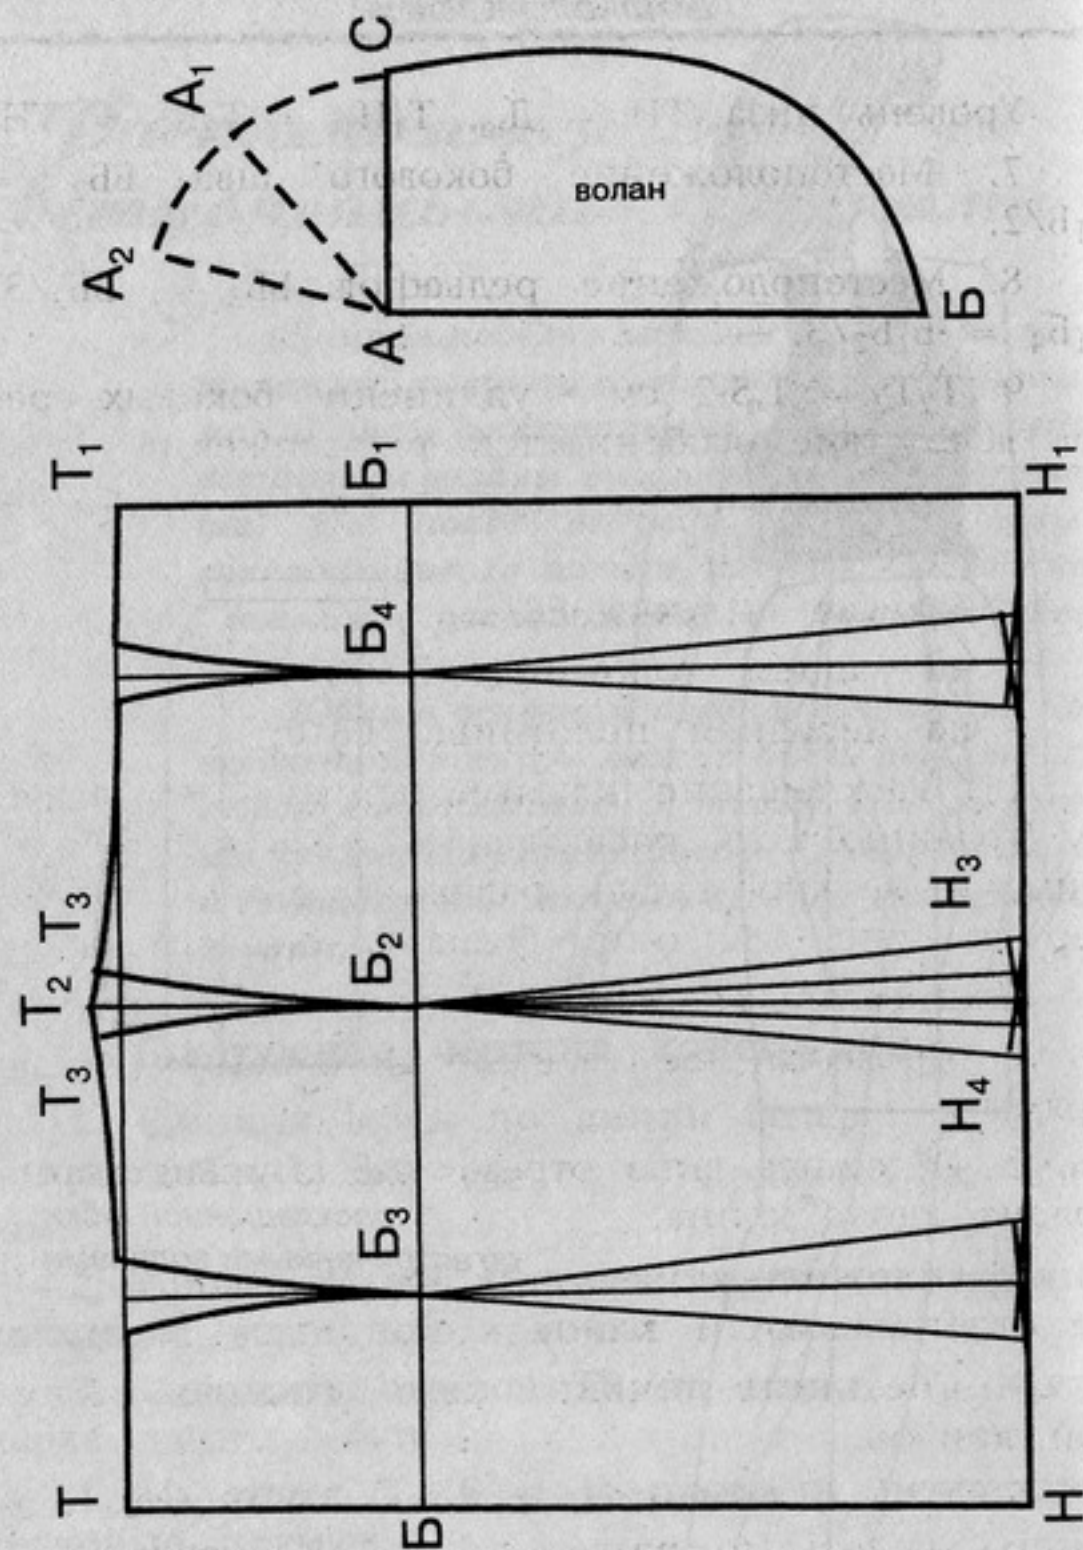

Рис. 132. Чертеж выкройки расширенной юбки со встроенными воланами
2. Провести две взаимно перпендикулярные прямые с вершиной в точке Т (рис. 132).
11. Расклешение клиньев внизу - по вашему желанию. Если расширение внизу будет большим, то нужно делать равнение сторон от бедер (на рис. 132 они обозначены штрихами).